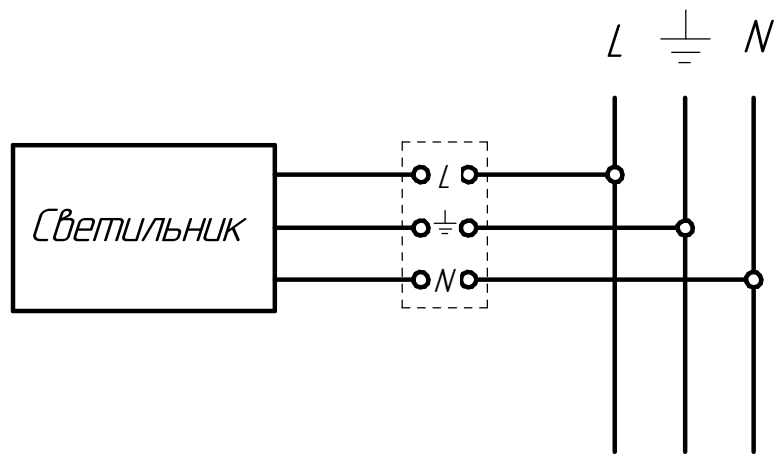

Рисунок 4. Схема подключения светильника к сети
6.4 Подключите сетевые провода согласно схеме (см. рис. 4).